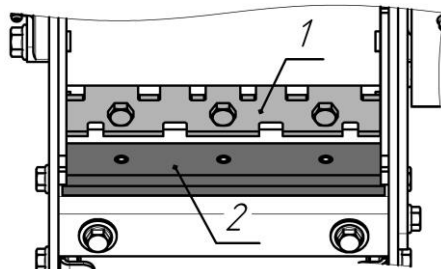

Рис. 31 Проверка зазора
4. Проверьте зазор между режущей кромкой ножа 1 и контр-ножом 2 (Рис. 31). После этого проверните барабан с ножами и проверьте зазор между контр-ножом и режущей кромкой второго ножа. Зазор должен быть 1-1,5 мм и быть одинаковым по всей длине ножа.